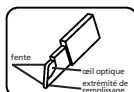

Fig. 1
- a) La forme de la microcuvette et le nom de ses différentes parties sont indiqués à la figure 1.